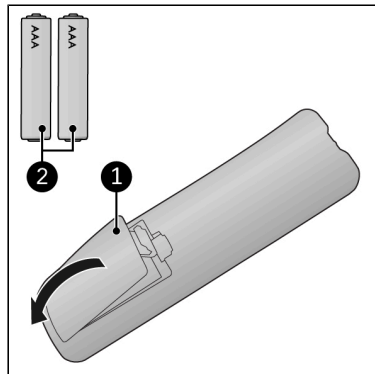

Figure 87.
1. Retirez le couvercle du compartiment à piles (Figure 87, pos. 1).
2. Insérez deux piles (AAA 1,5 V) (Figure 87, pos. 2) comme indiqué dans le compartiment. Veillez à insérer les piles correctement.